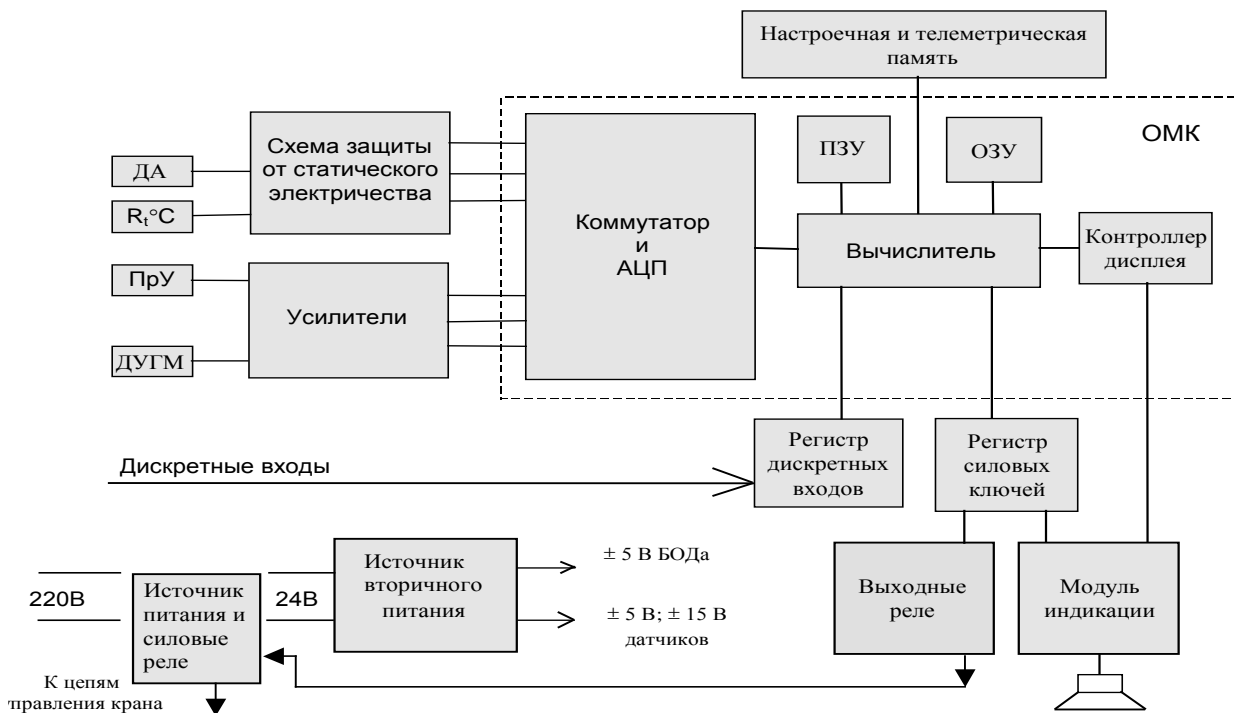

Рисунок 1- Блок-схема ограничителя
1.4.1 Принцип действия ограничителя (см. рисунок 1) основан на последовательном опросе и преобразовании аналоговых сигналов с датчиков в цифровой код, определении угла и, расчете цифровыми методами величины вылета, высоты подъема (по заданным геометрическим размерам рабочего оборудования крана), а также вычислении фактической массы груза и степени загрузки крана с последующим их сравнением с предельно-допустимыми значениями при выбранном режиме работы.